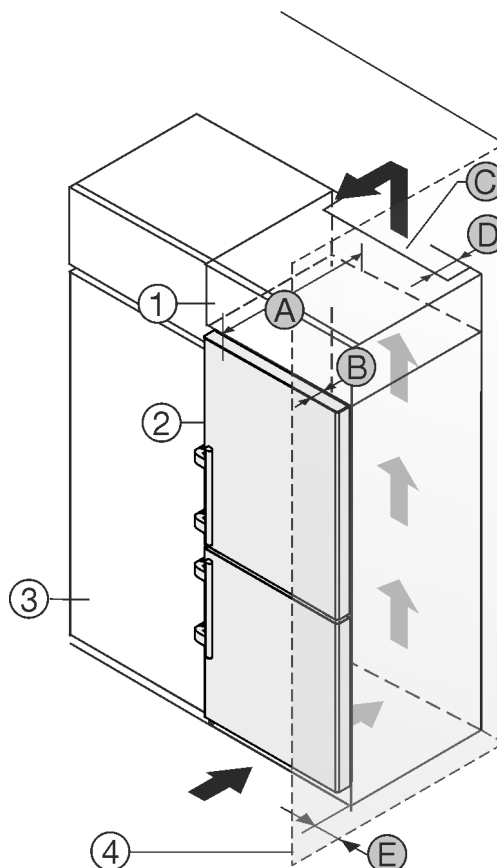

Fig. 2
- (1) Skapmodul *
- (2) Enhet *
- (3) Kjøkkenskap *
- (4) Vegg *
- (A) Enhetsdybde *
- (B) Dørdybde *
- (C) Ventilasjonstverrsnitt *
- (D) Avstand enhetens bakside *
- (E) Avstand på siden av enheten *
Du kan plassere apparatet rett ved siden av kjøkkenskapet *Fig. 2 (3)*.*
På baksiden av skapmodulen over enheten må det installeres en ventilasjonskanal med dybden *Fig. 2 (D)* over hele skapmodulens bredde.*
Ventilasjonsverrsnittet *Fig. 2 (C)* under taket i rommet må overholdes.*
Hvis apparatet plasseres med hengslene mot en vegg *Fig. 2 (4)*, må avstanden mellom apparatet og veggen være minst 57 mm. Dette tilsvarer hvor mye håndtaket stikker ut når døren er åpen.*
For at du skal kunne åpne døren helt, må apparatet rage dørdybden *Fig. 2 (B)* lenger ut enn fronten på kjøkkenskapene. Avhengig av kjøkkenskapenes *Fig. 2 (3)* dybde og bruk av veggavstandsstykker kan enheten rage enda lengre ut.*